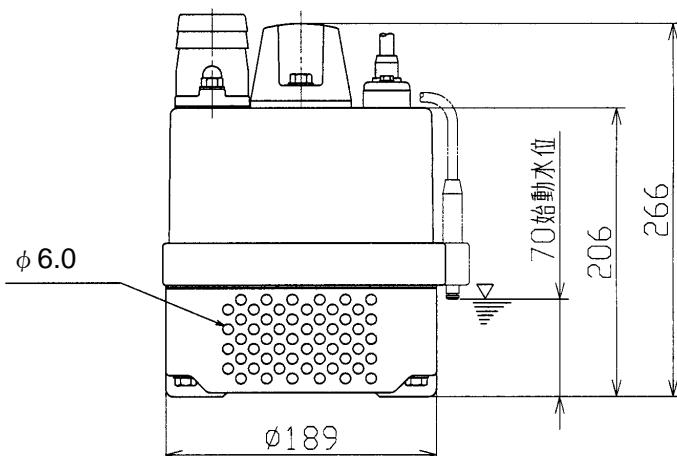

図4 外形図
- (1) スイッチを一、二度入れたり切ったりして始動に異常のないことをご確認ください。
- (2) 電圧が定格電圧の±10%以内までは差支えありませんが著しく低下している場合は始動しません。
- (3) 圧力・吐出し量・電流値など（その他**[7]**保守の項参照）に異常がないことを確認し、定格値を超えている時には仕切り弁にて調整してください。なお、仕切弁のない場合に電流値が定格値を超えている時には計画の再検討が必要です。また、圧力計のバルブは、測定時以外は閉じておいてください。開放しておくと破損しやすくなります。
- (4) 第2回目以降の運転は、**[7]**保守の項を参照し、異常がなければただちに運転できます。
- (5) 頻繁な始動停止はポンプを早く傷めます。始動頻度は1時間に10回以内にしてください。
- (6) ポンプを発電機で運転する場合は、ポンプ1台につき発電機容量を1.5kVA以上のものをご使用ください。又、他の負荷と併用をなるべく避け、運転電圧は電動機において、90V以上になるようにしてください。
- (8) 自動型の場合、図4外形図を参照下さい。なお、センサーから水位が下がっても1分間は内蔵のタイマーにより運転します。
メカニカルシール室の潤滑油の交換は 6ヶ月毎に行ってください。この際潤滑油に水が混入し白濁している場合は、メカニカルシールを交換してください。潤滑油の交換時には図 4 のように注油栓を真上にし、ポンプを水平に置いて表 2 の潤滑油量を必ず規定量注油し、シールワッシャを介し注油栓を十分に締め付けてください。